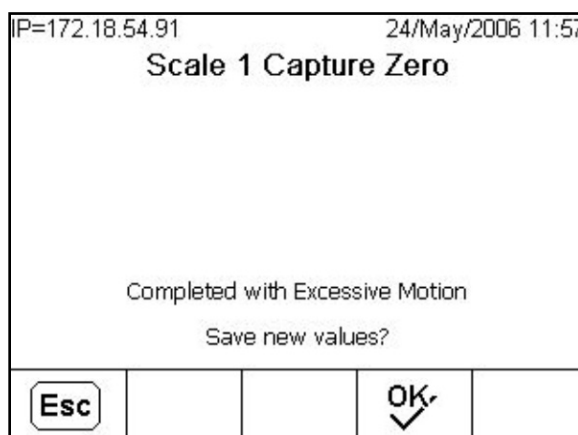

Figura 3-28: Movimento durante la cattura dello zero
- Se durante la procedura di cattura dello zero viene rilevata viene visualizzata una schermata (Figura 3-28) che richiede all'operatore di accettare o rifiutare il valore catturato. Premere il softkey OK  per accettare il valore o ESC (USCITA)  per rifiutarlo e ritornare alla schermata di taratura della bilancia.
- Se il movimento viene rilevato durante la procedura di cattura dell'intervallo, viene visualizzata una schermata, simile a quella mostrata nella Figura 3-28. L'operatore può decidere di utilizzare il valore catturato o interrompere l'operazione di cattura dell'intervallo, ritornando alla schermata di taratura della bilancia.